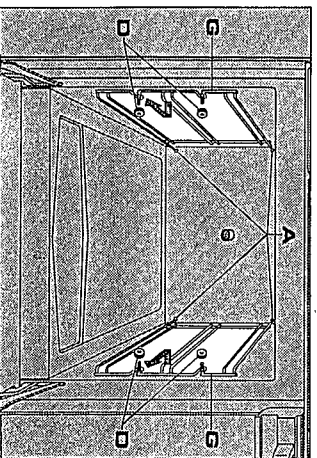
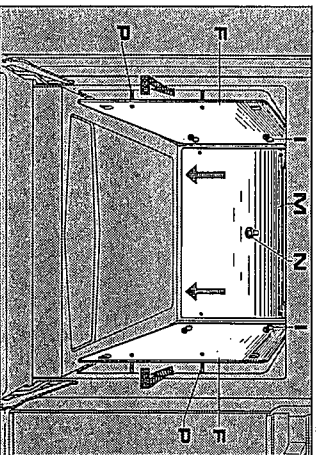

Fig. 14
Fig. 15
- a) Dévisser les écrous godronnés **D** (fig. 14) afin de libérer les grilles **G** (fig. 14) et les panneaux latéraux **F** (fig. 15). Pour faciliter l'extraction des panneaux il est nécessaire de les tirer en avant après les avoir enlevés des goujons filetés antérieurs **P** (fig. 15).
- b) Enlever vers le haut le panneau de fond **M** afin de le libérer du cablot **M** et l'extraire (voir fig. 15).
- Avant tout, introduire le panneau de fond **M** en le poussant vers le bas (fig. 15).
- Pousser les panneaux **F** vers le fond du four jusqu'à les découperes **I** s'enfilent dans les gorges des petits goujons latéraux (voir fig. 15).
- Enfiler les grilles **G** dans les trous **A** et les bien pousser vers le fond du four (voir fig. 14).